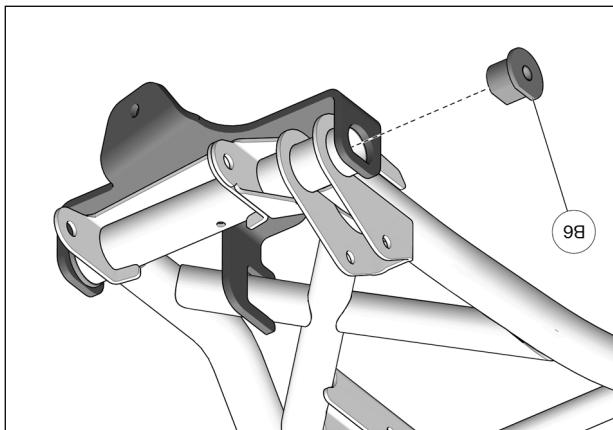

Fig. 7
8. Insérer la T-bague filetée (B6) à travers l'ancrage et dans le bras de suspension. Voir la Fig. 7.